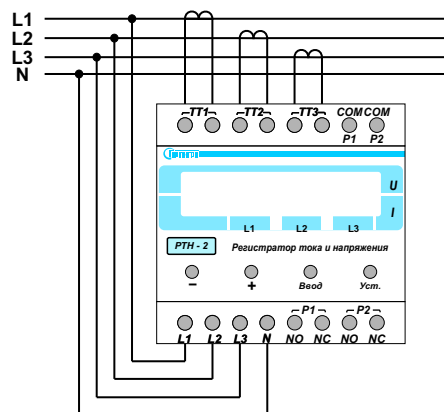

Рис.7. Схема подключения РТН-2 к сети.
3.2.2. Произвести подключение контролируемой сети согласно маркировке (Рис. 7): L1, L2, L3 фазы; N нейтраль; ТА1...ТА3 вторичные обмотки трансформаторов тока; реле Р1 (событие по току - срабатывает при превышении установленного порога по току) и Р2 (событие по напряжению - срабатывает при превышении/уменьшении напряжения выше/ниже порога по напряжению). Сечение подключаемых проводов должно быть не менее 0,75 мм. кв.